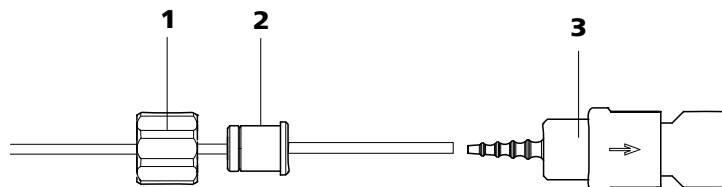

Abbildung 25 Pumpschlauch-Verbindung mit Filter installieren
- **Fall A:** eine Pumpschlauch-Verbindung **mit Filter** (6.2744.180) (siehe Abbildung 25, Seite 45) oder